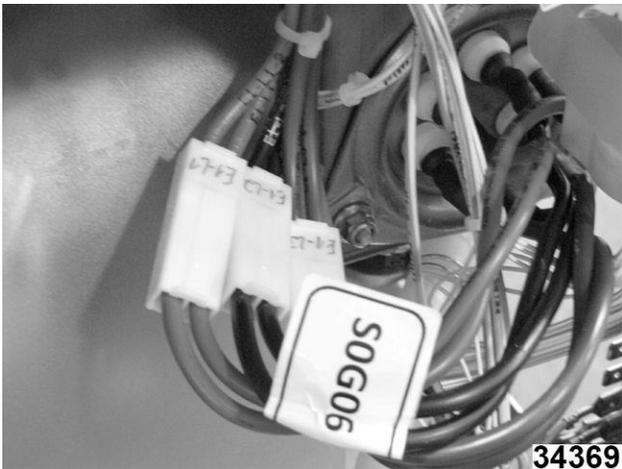

Fig. 104
6. Ubique y desconecte las conexiones del sobrecalentador del Fig. 104 etiquetadas: